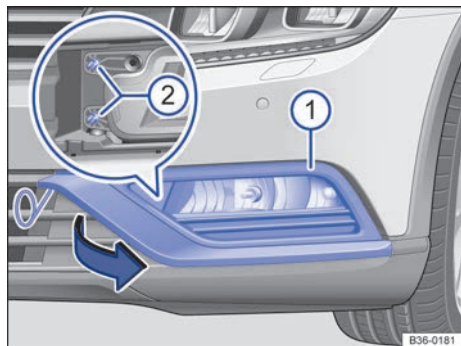

Fig. 278 En el lado izquierdo del paragolpes delantero: faro para la luz antiniebla y la luz diurna.
2. Introduzca el gancho de alambre de las herramientas de a bordo → pág. 356 en el rebaje tal y como se muestra y tire de la cubierta → fig. 278 ① hacia delante, en el sentido de la flecha, con el gancho.
3. Desenrosque los tornillos de fijación del faro → fig. 278 ② con el destornillador.
12. Enrosque los tornillos de fijación del faro → fig. 278 ②.
13. Vuelva a colocar la cubierta → fig. 278 ① en el paragolpes y encástrela.